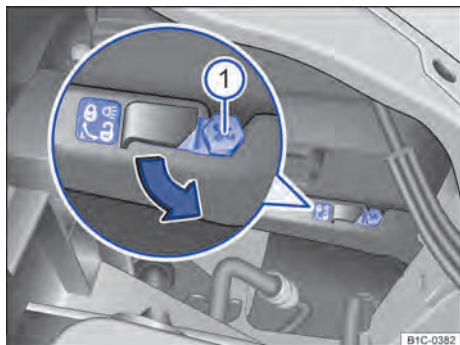

Fig. 174 No compartimento do motor: alavanca de destravamento do farol dianteiro esquerdo.
3.	Destravar a carcaça do farol. Para isso, enfiar a chave de fenda Phillips ⇒ Página 278 na alavanca de destravamento ⇒ Fig. 174 ①.
4.	Girar a chave de fenda em aproximadamente 50° no sentido ↻ ⇒ Fig. 174 (seta), até que ressoe um ruído de “clique” (no farol esquerdo, no sentido anti-horário, no farol direito, no sentido horário).